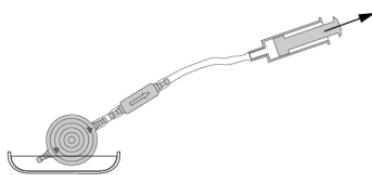

Fig. 18: Controlul permeabilității
*proGAV 2.0 XABO* trebuie aerisit și verificat cu privire la permeabilitate înainte de implantare. Valva trebuie umplută cât mai neagresiv posibil prin aspirație, cu ajutorul unei seringi sterile de unică folosință aplicate la capătul distal al cateterului. În acest sens, valva se conectează distal și se ține în ser fiziologic steril. Dacă se preia ser fiziologic, înseamnă că valva este permeabilă (Fig. 18).